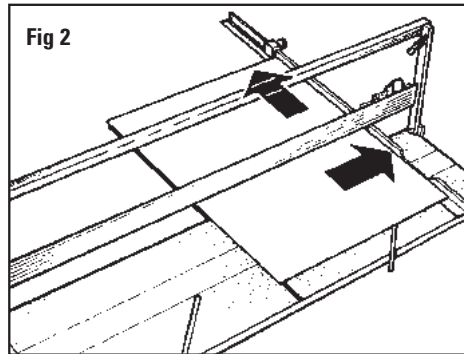

Fig 2
2. Eleve la barra de corte y deslice el tablero de lámina perimétrica a lo largo del brazo de escuadra hasta que haga contacto con el tope del brazo de escuadra. Fig. 2
2. Sollevare la barra di taglio e far scorrere il cartoncino lungo il braccio di squadatura finché non tocchi l'arresto del braccio di squadatura. Fig. 2
4. Abaissez le guide rail avec la poignée. Avec un crayon, tracez une ligne au dos du passe-partout en vous servant du rail parallèle comme règle. Recommencez pour les trois autres côtés du passe-partout. Fig. 2